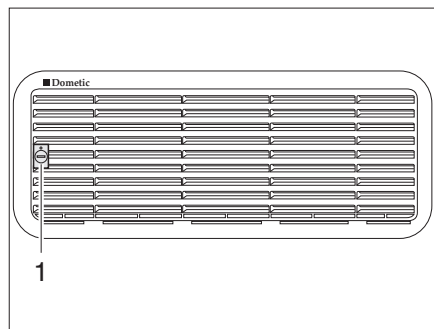
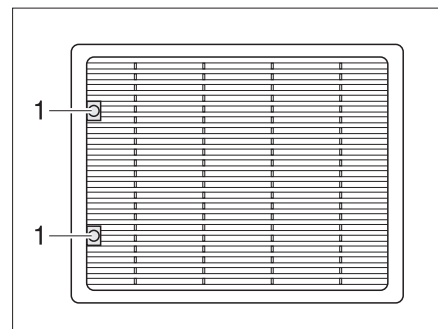

Fig. 318 Rejilla de ventilación del frigorífico (Dometic pequeño)
Fig. 319 Rejilla de ventilación del frigorífico (Dometic grande)
- Girar el tornillo (Fig. 318,1 ó Fig. 319,1) un cuarto de vuelta con la ayuda de una moneda.